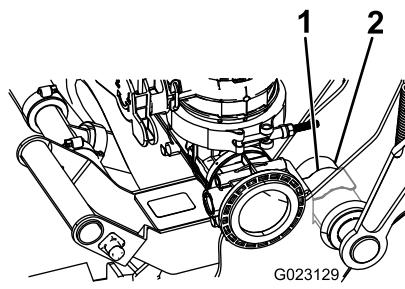

図 13
- そして 図 13のように、スプリングクリップをピボットチューブにはめる。